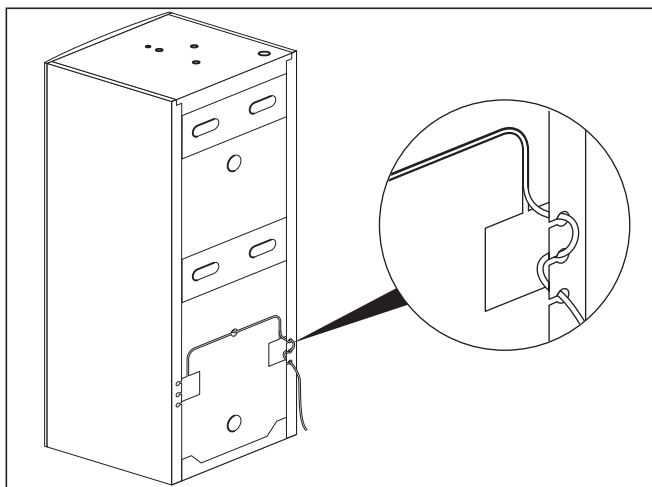

Fig. 5.1 Koble til tankfølerledningen
- Skyv føleren som vist i Fig. 5.1 inn i tankføler-hylsen (se Fig. 2.1, Pos. 11).